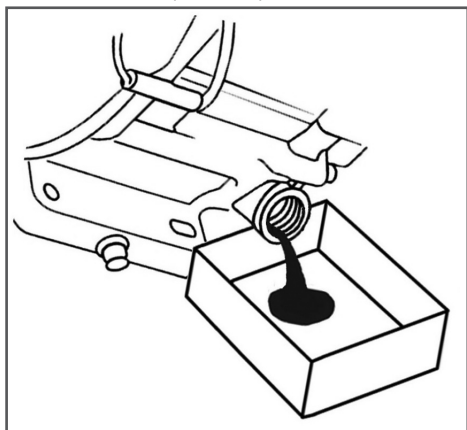

Рис. 20 Замена моторного масла
(1) Техническое обслуживание должно осуществляться более часто, при работе в пыльных условиях.
(2) Данный вид работ необходимо выполнять в авторизованном сервисном центре.
- С помощником наклоните скарификатор в сторону маслозаливной горловины двигателя и слейте отработанное масло через маслозаливную горловину в подготовленную для этого емкость (Рис. 20).